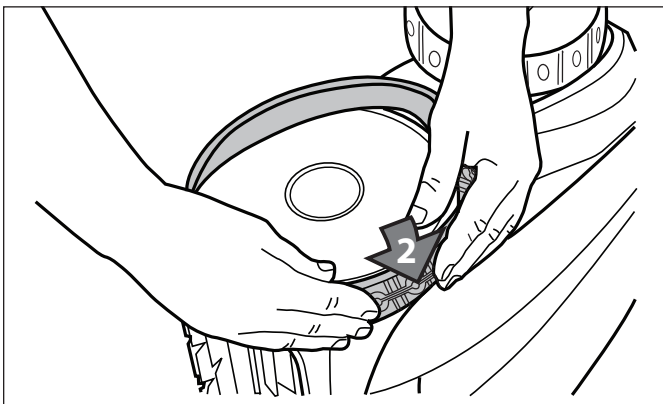

Figure 34. Commencer d'un côté du pneu
- Poussez un côté du pneu sur la roue et placez la nervure du pneu dans la rainure de la roue (Figure 34).